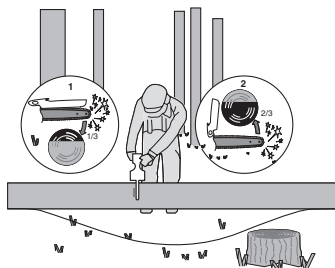

Bild 4
När stocken stöttas i båda ändarna, så som visas på bild 4, såga 1/3 diameter från ovasidan (kapning från ovasidan) (1). Gör sen den avslutande kapningen genom kapning från undersidan, från de undre 2/3 (2), för att möta den